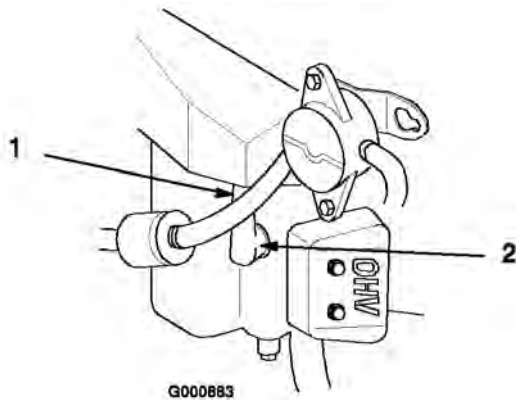

Bild 31
3. Ziehen Sie den/die Kerzenstecker von der(n) Zündkerze(n) (Bild 31). Reinigen Sie den Bereich um die Zündkerze(n), um zu verhindern, dass Schmutz in den Motor fällt und Schäden verursachen kann.
3. Drücken Sie den/die Kerzenstecker auf die Zündkerze(n) (Bild 31).